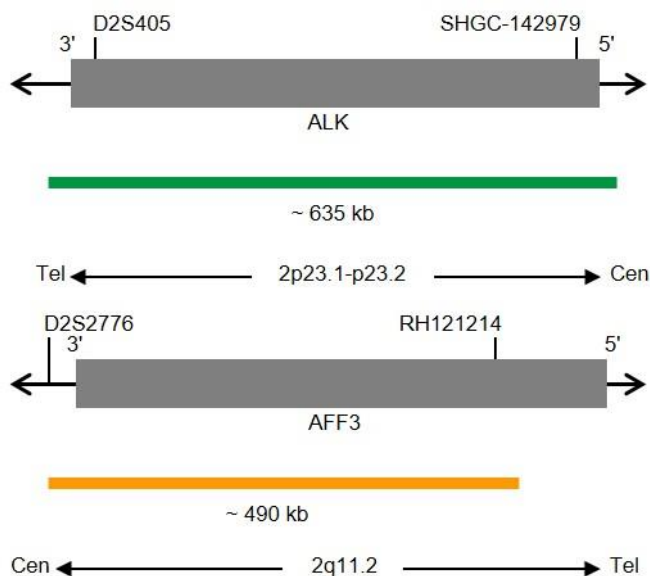

Abb. 1: Oben: SPEC ALK Sondenlokalisierung; Unten: SPEC 2q11 Sondenlokalisierung (nicht maßstabsgetreu)
- ZyGreen (Anregung 503 nm/Emission 528 nm) markierten Polynukleotiden (~10 ng/μl), die gegen Sequenzen in 2p23.1-p23.2* (chr2:29,460,144-30,095,822) gerichtet sind, welche die ALK-Genregion enthalten (siehe Abb. 1).
- ZyOrange (Anregung 547 nm/Emission 572 nm) markierten Polynukleotiden (~4,5 ng/μl), die gegen Sequenzen in 2q11.2* (chr2:100,132,806-100,621,725) gerichtet sind (siehe Abb. 1).